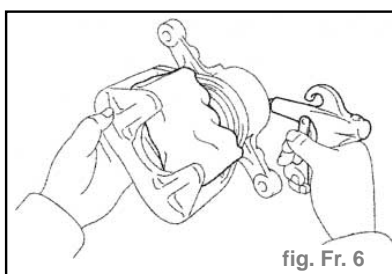

fig. Fr. 6
- utiliser de l'air comprimé pour déposer le piston du cylindre. (fig. Fr. 6)